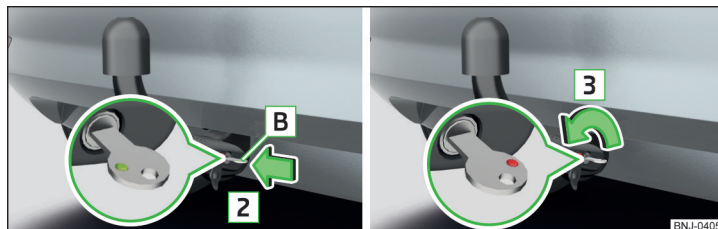

Fig. 240 Inserimento della chiave nella serratura / sblocco della serratura
- Inserire la chiave **B** nella serratura in direzione della freccia **2**, in modo che il suo contrassegno verde sia rivolto verso l'alto » fig. 240.